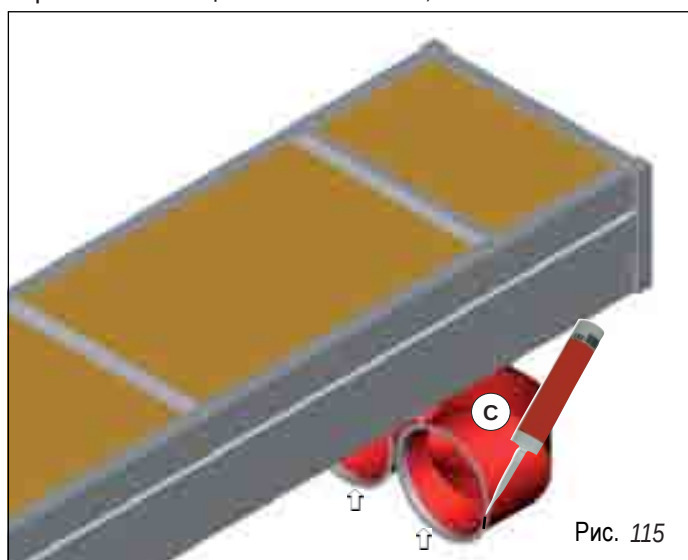

Рис. 115
Нанести на обе стороны соединительных фланцев изгиба полоску силиконового герметика, как показано на рис. 115. Соединить фланцы изгиба (C) с фланцами первого участка теплоизлучающей ленты, вставить соединительное кольцо, закрепить с помощью гайки и контргайки два фланца. На рис. 116. показан оконечный модуль по окончании монтажа, вид снизу вверх.